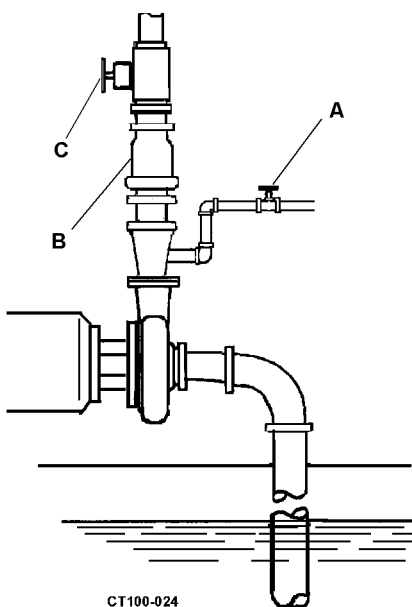

Figura 13 - Pompa sopra la pompa
1. Chiudere la valvola di scarico (vedere Figura 13, rif. C) e aprire le aperture per l'aria.
2. Aprire la valvola nella tubazione di alimentazione esterna (vedere Figura 13, rif. A) fino a quando il liquido fluisce dalle valvole di sfiato.
NOTA: Usare un sistema di valvole di ritegno (vedere Figura 13, rif. B) per mantenere la tubazione di alimentazione e l'alloggiamento della pompa inondati con liquido; in caso contrario è necessario eseguire l'adescamento della pompa prima di ciascun funzionamento.